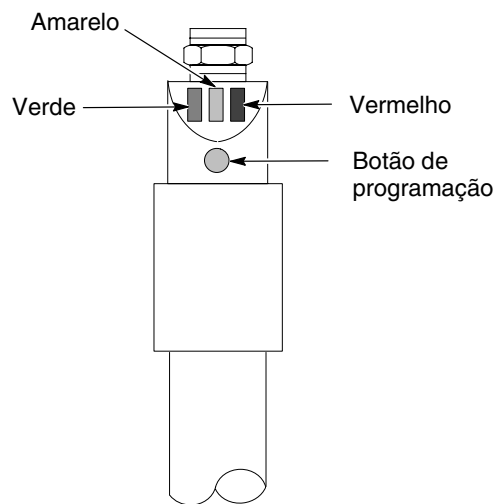

Figura 4-2 Programação da ponta de contacto do sensor de nível com botão único
3. Consulte a figura 4-2. Prima o botão de programação até o LED ver piscar lentamente, depois solte-o. Quando o LED verde deixa de piscar e o LED amarelo se desliga, o sensor de nível está programado para Vazio.
2. Consulte a figura 4-2. Prima o botão de programação até o LED ver piscar rapidamente, depois solte o botão.